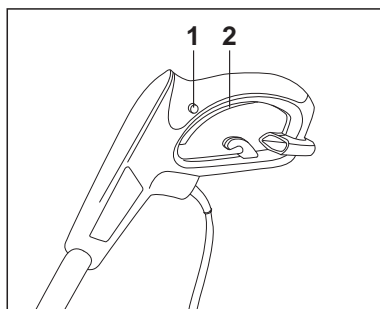

Fig. 7
2. Appuyez sur l'interrupteur marche/arrêt [2] pour mettre en route l'appareil (Fig.7), puis relâchez le bouton de verrouillage.